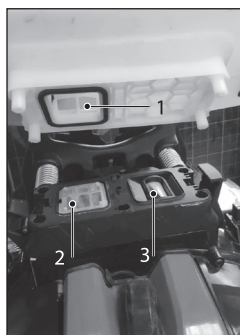

Рис. 10
4. Снимите бак распыляемого вещества с опрыскивателя. Обратите внимание, что окно бака 1 (рис. 10) расположено напротив впускного окна опрыскивателя 2, предназначенного для жидкого вещества с соответствующим обозначением .